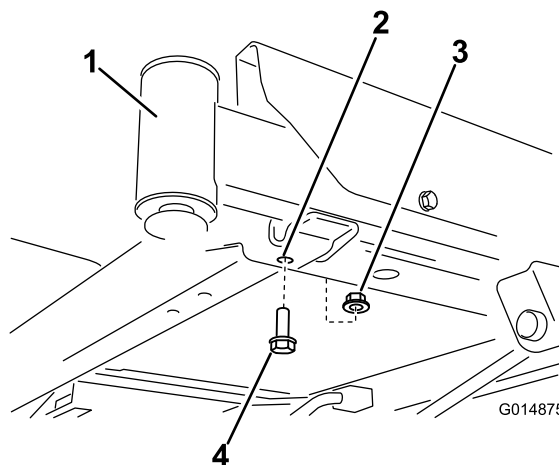
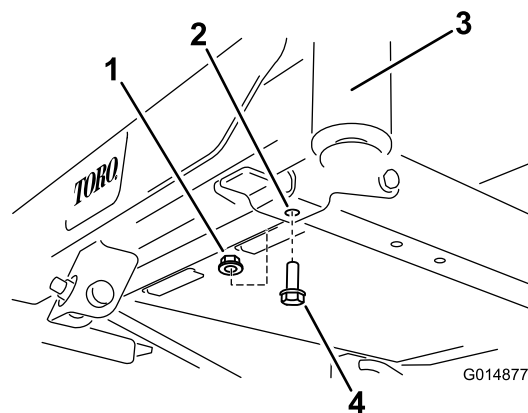

Bild 3
Bild 4
1. Ermitteln Sie die Schrauben vorne an der Unterseite des Rahmens (Bild 3 und Bild 4). Entfernen Sie die zwei Schrauben (3/8 x 1 Zoll) und zwei Sicherungsmuttern (3/8 Zoll). Bewahren Sie die Sicherungsmuttern auf.